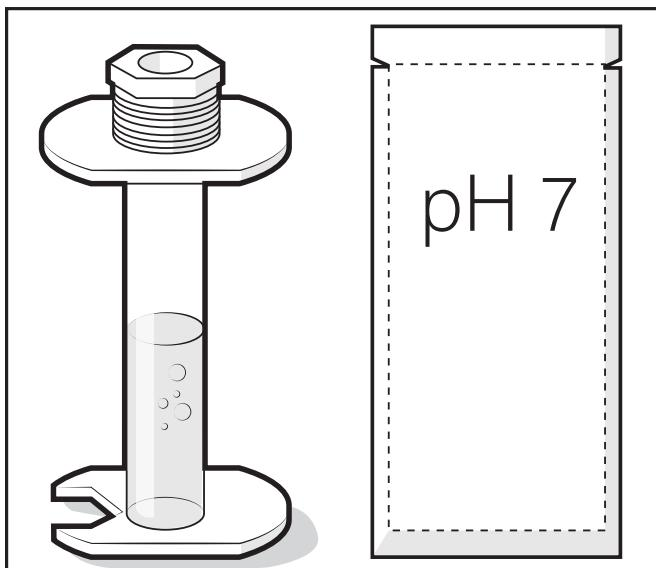

Figure 5. Remplir le tube de rangement à moitié
4. Remplir le tube de rangement à moitié avec la solution tampon pH 7, se reporter à la Figure 5.